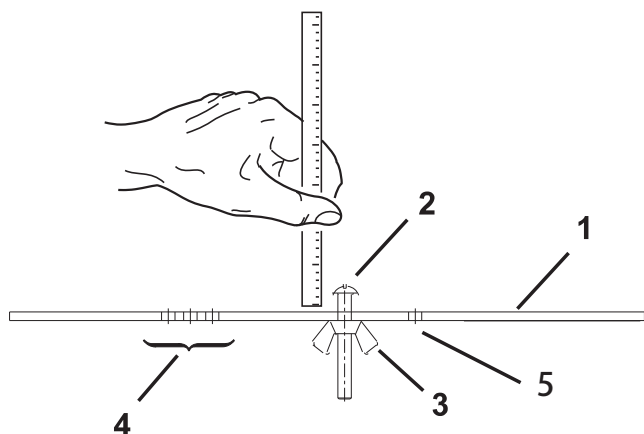

図 15
2. ゲージバー (図15) のナットをゆるめ、調整ネジを希望の刈り高に合わせる。ネジ頭の下からバーの表面までの距離が刈り高となる。